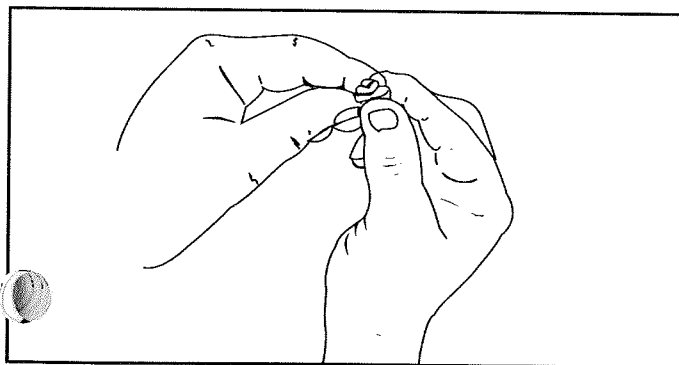

Fig. 27
5. Presione el filtro para esparcir el aceite y eliminar el exceso de aceite (Fig. 27).